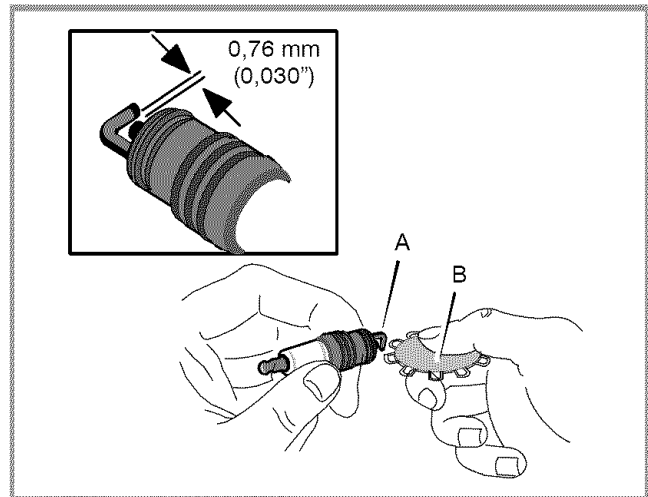

Figura 17: Revise la bujía
Revise la bujía cada 100 horas de operación de la unidad. Reemplace la bujía si al realizar una inspección encuentra que el electrodo (A) está quemado o gastado. Asegúrese de que la bujía esté limpia. Controle el entrehierro de la bujía usando un calibrador (B). Si es necesario, vuelva a establecerlo en 0,76 mm (0,030"). Ver Figura 17.